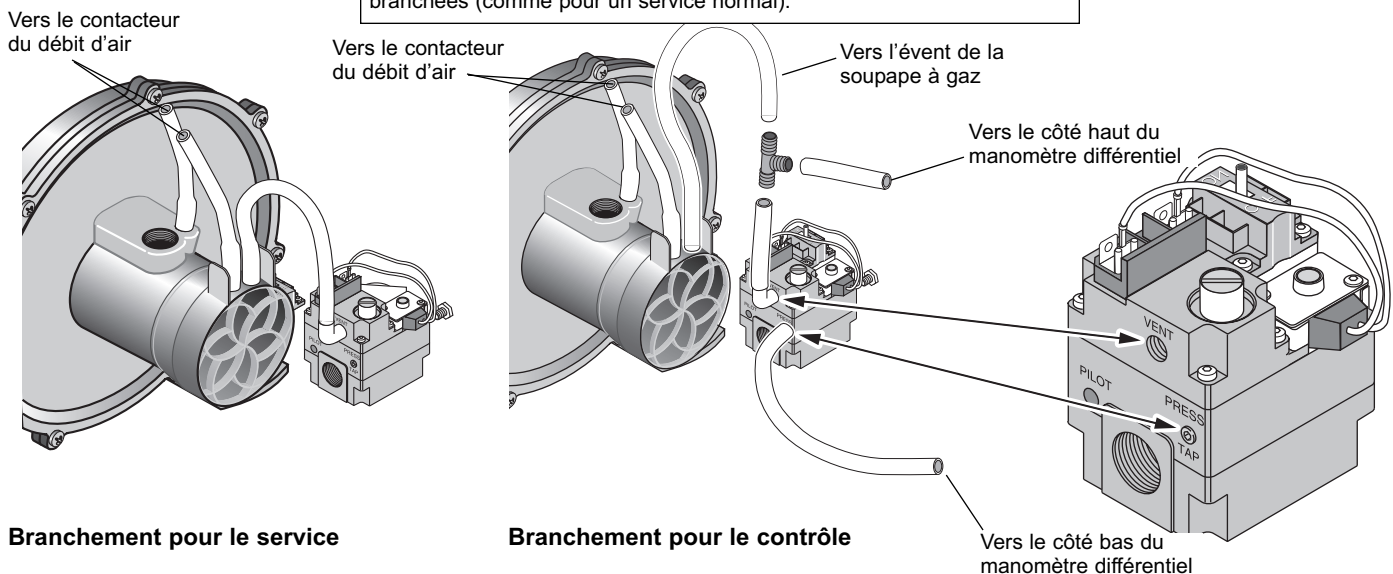

FIGURE 20 : Branchement de la soupape à gaz sur l'orifice d'air du chapeau d'extrémité
La soupape à gaz mixte comporte des valves d'arrêt doubles et un régulateur de pression négative. Pour qu'elle fonctionne bien, la pression réglée au collecteur de sortie de la soupape doit être de 0,2 pouce (0,5cm) à la colonne d'eau inférieure à la pression de référence à l'arrivée du mélangeur de la soufflante, et la prise «VENT» de la soupape à gaz doit être branchée sur l'ajutage d'air du capuchon d'extrémité, comme il est illustré à la Figure 20).
- Débrancher le tube provenant de l'orifice « VENT » de la soupape à gaz. Brancher ce tube sur un tube comportant un té branché entre le côté haut du manomètre différentiel et la grille de l'orifice de l'air de la soufflante (se reporter à la Figure 20).